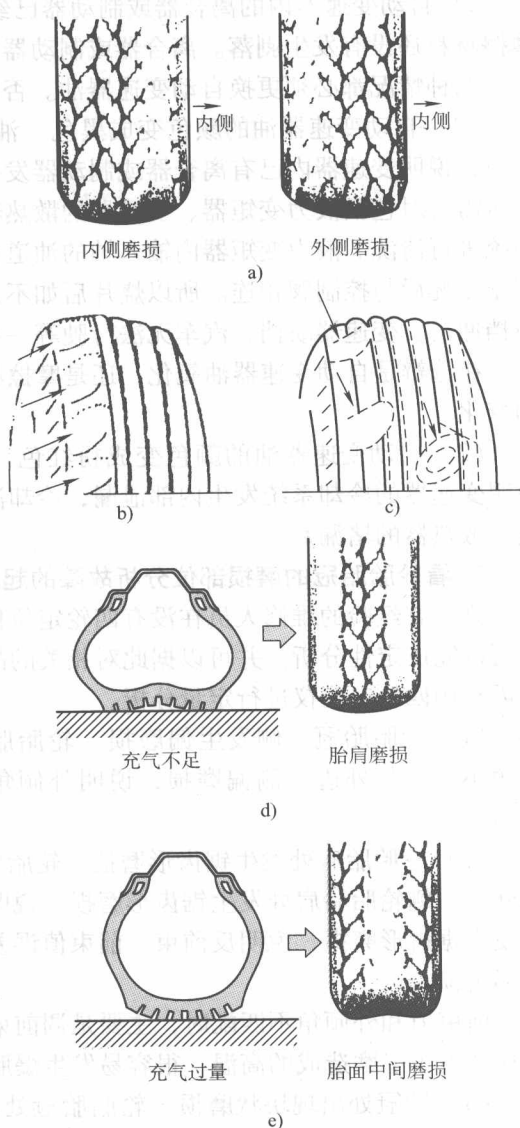

图 1-2 轮胎畸形磨损
(4) 胎冠中部磨损较多 轮胎胎冠中部磨损较多, 说明该轮的气压长期过高。
(5) 胎冠两侧磨损较多 轮胎胎冠两侧磨损较多, 说明该轮的气压长期过低。轮胎气压过低会造成油耗增加, 在湿滑路面上行驶时, 容易出现滑水现象。轮胎畸形磨损见图 1-2。
(6) 单个轮胎畸形磨损 单个轮胎畸形磨损,则有可能是该侧悬架变形。做 20° 转角差时,如数值和厂家规定不符,说明前轮有一侧悬架变形。举升汽车看两侧下摆臂,如哪一侧下摆臂和横拉杆不平行,就说明该侧的悬架已经变形。单侧前悬架变形会造成两侧主销后倾角或两侧前轮外倾角不一致,造成行驶跑偏。